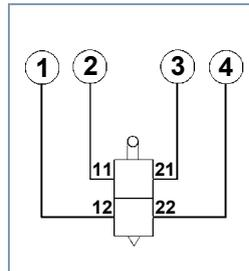

Fig. 6 Empalmes del banco de pruebas
- Conectar el aparato en los empalmes del banco de pruebas (véase fig. 6).